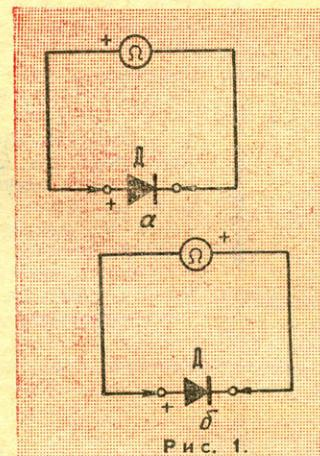

Рис. 1.
**ПРОВЕРКА ДИОДОВ** несложно, и ее также можно производить с помощью омметра с источником питания 1,5 в. При измерении прямого сопротивления диода (рис. 1, а) нужно иметь в виду, что для германевых точечных диодов типа Д9, Д10, Д14 оно должно находиться в пределах от 50 до 150 ом, а для диодов типа Д2 — от 150 до 500 ом. Плоскостные диоды обладают малым прямым сопро-